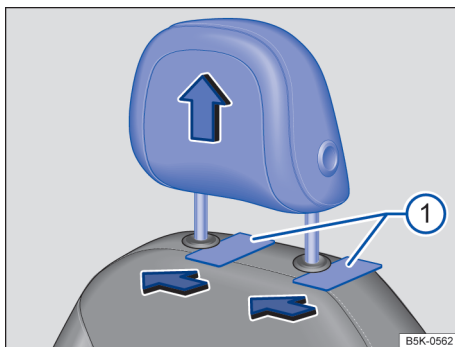
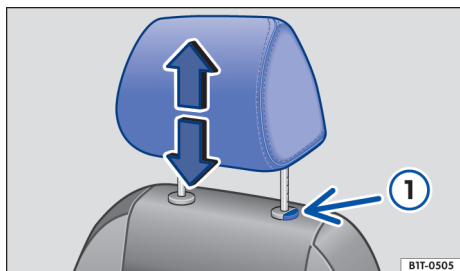

Fig. 66 Apoio para cabeça dianteiro: remover (variante 1).
Fig. 67 Apoio para cabeça dianteiro: remover (variante 2).
- Empurrar o apoio para cabeça totalmente para cima → ① em *Introdução ao tema* na página 82.
- *Variante 1:* introduzir objetos planos entre o revestimento do encosto do banco e as capas de cobertura das barras de guia do apoio para cabeça, por exemplo, cartões de plástico → Fig. 66 ①. Retirar completamente o apoio para cabeça.
- *Variante 2:* Retirar o apoio para cabeça com o botão → Fig. 67 ① pressionado.
- Empurrar o apoio para cabeça para baixo com o botão → Fig. 66 ① ou → Fig. 67 ① pressionado.